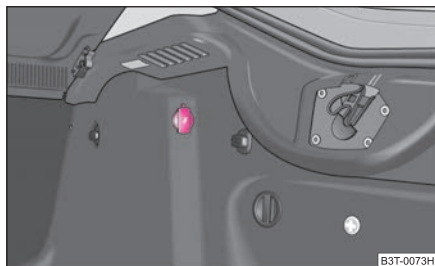

Fig. 90 Maletero: caja de enchufe
- Abra la cubierta de la caja de enchufe ⇒ fig. 90.